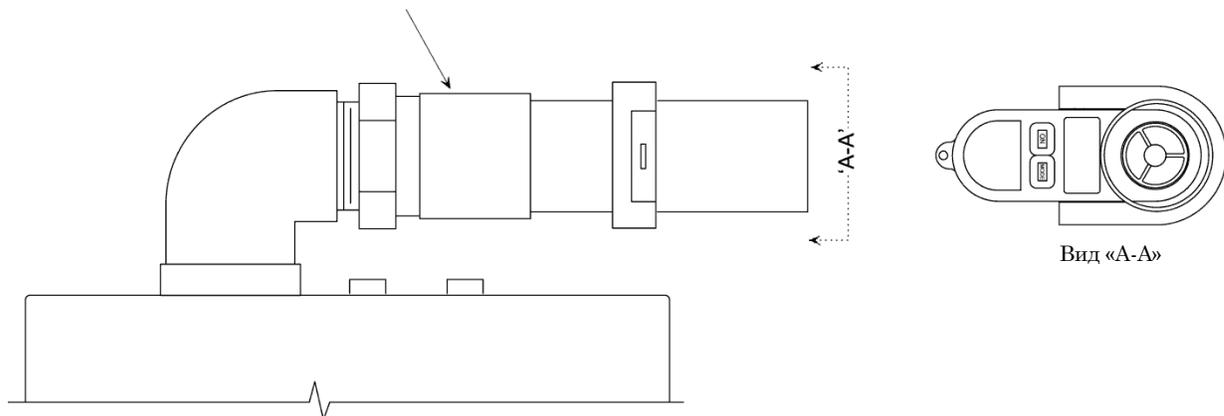

Рис. 4-7. Установка расходомера
1. Установите расходомер на входное отверстие пробоотборника Hi Flow® (см. рис. 4-7).